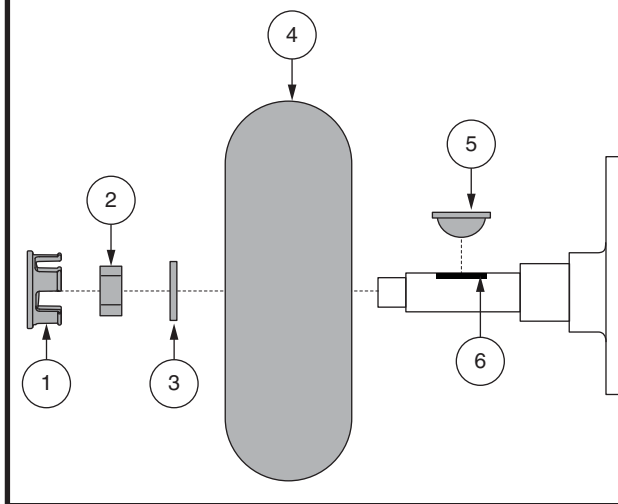

Figura 25. Rimozione dei pneumatici pieni
3. Rimuovere cappuccio, dado e rondelle dall'assale della ruota. **Vedere figura 25.**
4. Rimuovere il dado dalla ruota e la rondella dal perno. **Vedere figura 25.**
9. Inserire la nuova ruota sull'asse. Assicurarsi che la chiave dell'assale sia nell'apposita fessura. **Vedere figura 25.**